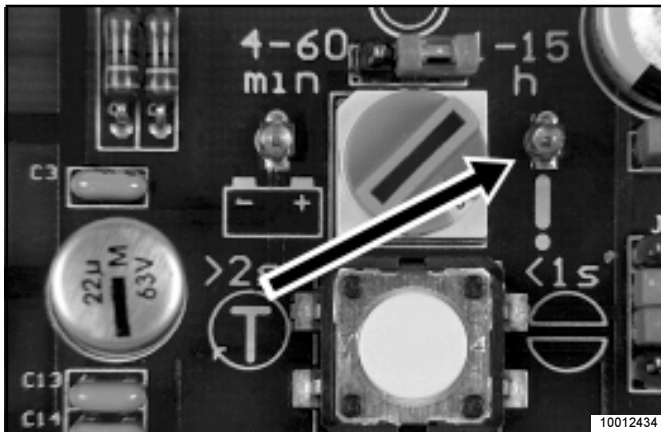

Fig. 9 - Indication par LED du temps de contrôle ou des dérangements
*Remarque: La LED Fig. 9 indique les mêmes états de fonctionnement que la lampe-témoin.*
- La lampe-témoin ou la LED (Fig.9) indique l'état de fonctionnement de l'installation de graissage centralisé.